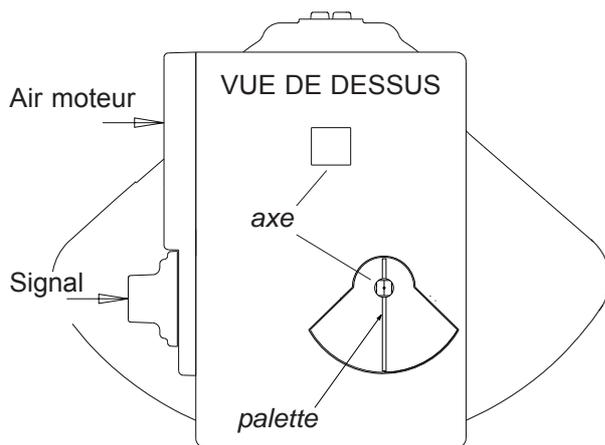

FIGURE 1 : Position à mi-course de l'axe-palette de l'actionneur positionneur.
2.1.1 Placer la palette de l'actionneur double effet (sans ressort de rappel) à mi-course (voir figure 1). Ceci permettra d'éviter toute erreur dans l'orientation de l'axe du positionneur. Cette précaution n'est pas nécessaire avec les actionneurs simple effet (avec ressort de rappel) car dans ce cas, la position de la palette est évidente.
2.1.3 Fixer le positionneur sur l'actionneur en l'orientant comme sur la figure 1 tout en vérifiant que les 2 joints toriques sont bien en place pour l'étanchéité des conduits pneumatiques (les maintenir dans leurs logements avec un peu de graisse) et que l'axe de l'actionneur est bien centré.